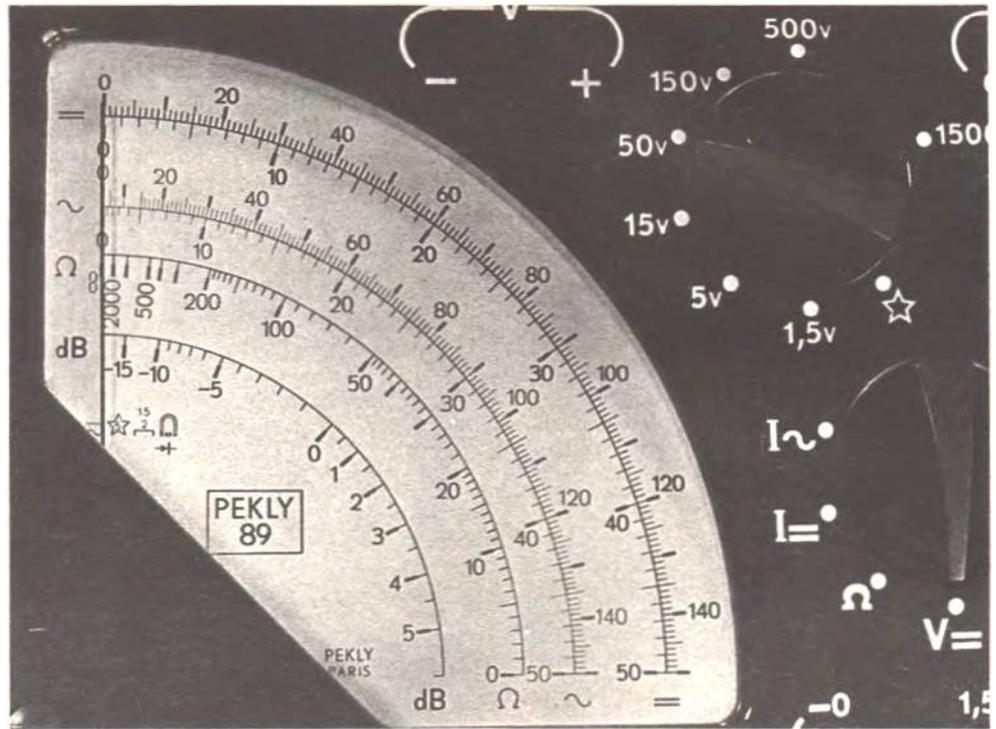

Figure 21
En fait, certains artifices de montage, qui conduisent à des circuits complexes dont l'étude sortirait du cadre de cet article, permettent d'obtenir une échelle commune pour toutes les gammes de tensions alternatives. On peut le constater sur la photographie de la figure 21, où l'échelle la plus extérieure, linéaire, correspond aux différentes gammes de tensions et courants continus, et où la deuxième échelle correspond aux tensions alternatives.
La relation (1) montre que l'échelle n'est pas linéaire en R_x. La déviation ne peut tendre vers zéro que si R_x augmente indéfiniment (voir figure 21). On caractérise généralement les calibres, en ohm-mètre, par la valeur de la résistance correspondant à la position médiane de l'aiguille du galvanomètre. Ainsi, dans l'appareil photographié, les trois calibres correspondent respectivement à 50Ω, 5 000Ω et 50 000Ω à mi-échelle.
Sur beaucoup de contrôleurs, une échelle est prévue pour la mesure directe des gains en décibels. En se reportant à la photographie de la figure 21, on constate que l'échelle correspondante a son zéro en face de la valeur 0,775 volt de l'échelle des tensions alternatives. La différence des lectures en deux points d'un circuit donne alors directement le gain en décibels, le niveau de référence choisi étant celui que nous avons indiqué, soit 0 dB pour 0,775 volt.
Cette intensité décroît quand R_x augmente, et elle est maximale pour R_x = 0. Le zéro de l'échelle de mesure des résistances correspond ainsi à la déviation maximale du galvanomètre, comme on peut le vérifier sur la photographie de la figure 21.